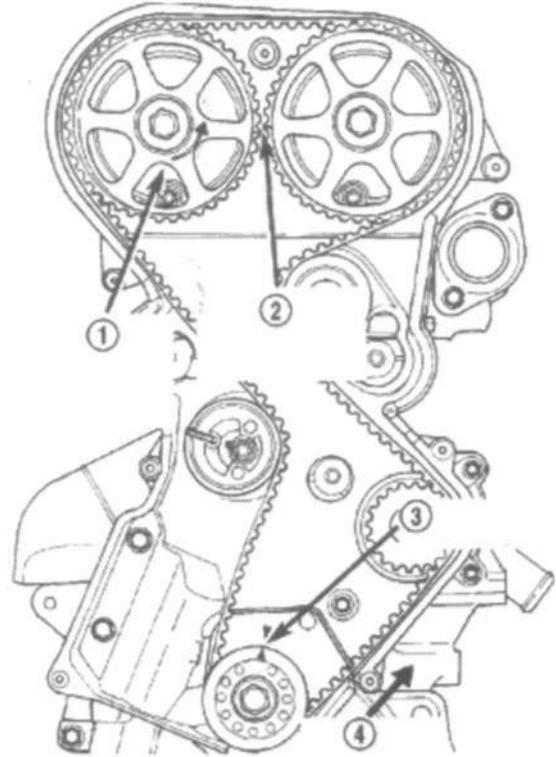

Рис. 107. Ремень ГРМ, типовая установка.
(3) Установить ремень ГРМ. Начинать установку на коленчатом вале, затем – вокруг звездочки водяного насоса, промежуточного шкива, звездочек распредвала и далее – вокруг натяжителя (Рис.107).
(4) Сдвинуть звездочку распредвала выпускных клапанов против часовой стрелки (Рис.107), совместив метки, и выбрать слабину ремня.